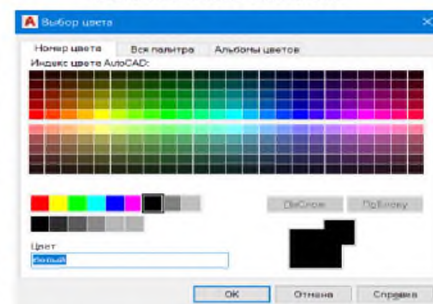

Рисунок 6 – Диалоговое окно Выбор цвета
4. Клацніть на поле **Цвет** (Color) створеного шару. відкриється діалогове вікно – **Выбор цвета** (рис. 6)